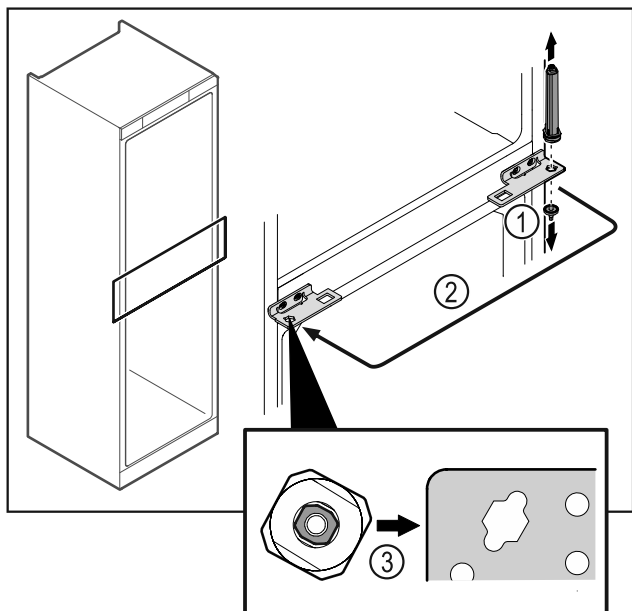

Fig. 43
- ▶ Csavarozza le a csuklópánt-csapot Fig. 43 (1).
- ▶ Helyezze át az ajtó zárrendszert Fig. 43 (2).
- ▶ Ügyeljen arra, hogy felhelyezéskor a csapszeg élettörése Fig. 43 (3) a kerek furat felé mutasson.